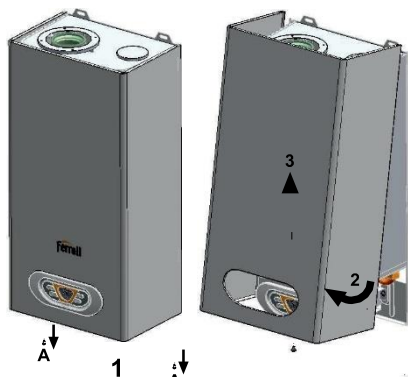

Fig. 15 - Ouverture du boîtier
- 1** Dévissez les vis A (voir la Fig.15).
- 2** Faites pivoter le boîtier (voir la Fig. 15).